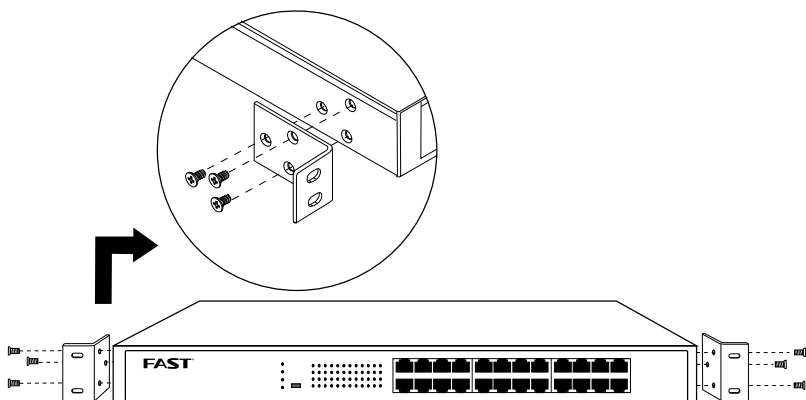

图 3.2 把角铁安装到 FSG124 交换机上的示意图
2. 使用配件中提供的螺钉将两个角铁分别固定安装在交换机面板的两侧，如图 3.2 所示。